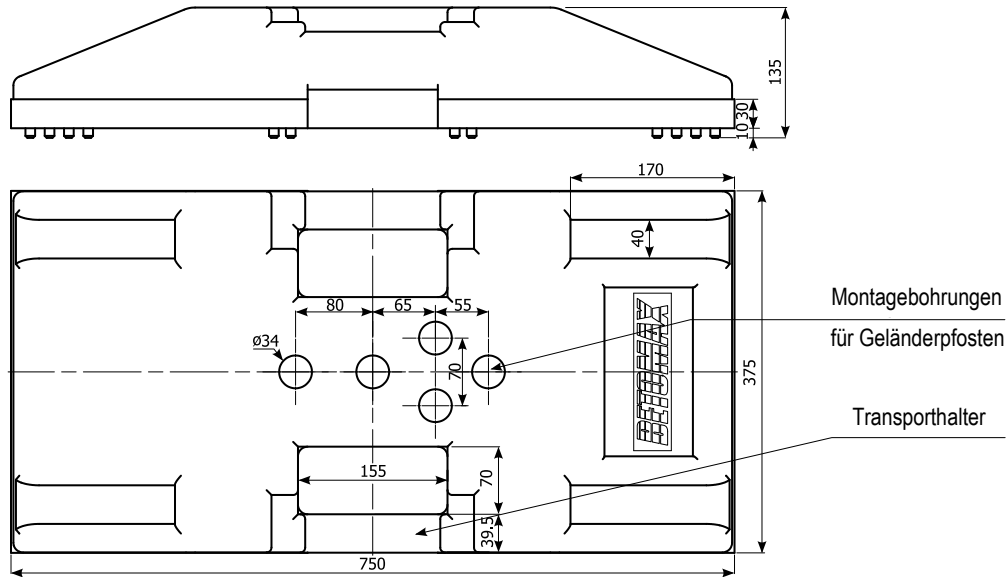

Abb. 31 Schraubfußhalter
1.3.29. Schraubfußhalter (Abb. 31)